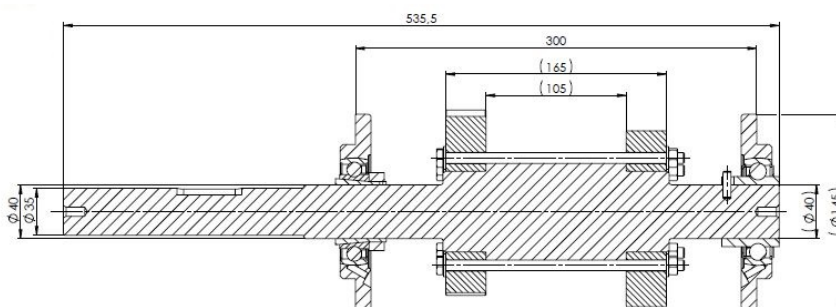

Fig. 8-7: Cotes de prémontage
1. Appliquer du frein filet Weicon Lock AN306-20 sur la goupille cylindrique (7).
2. Enfoncer la goupille cylindrique (7) dans l'arbre d'entraînement (1).
4. Appliquer uniformément une mince couche de pâte lubrifiante Klüber 46MR401 sur les surfaces marquées par un dièse (#) sur la Fig. 8-7 : Vue éclatée du dispositif d'entraînement.
5. Glisser les cames (2) décalées de 180° dans le sens de la marche sur l'arbre d'entraînement.
6. Appliquer du frein filet Weicon Lock AN302-43 sur le filet des vis hexagonales (3).
7. Monter les cames avec les vis hexagonales (3), les écrous hexagonaux (5) et les rondelles (4) et serrer à 25 Nm.